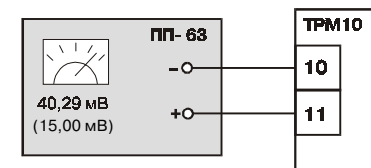

Рис. 3
3.1. Подключить к входу прибора вместо термопары потенциометр постоянного тока ПП-63 классом точности 0,05, соблюдая полярность (рис. 3). Установить выходной сигнал на потенциометре равным 40,29 мВ или 15,00 мВ в зависимости от используемой термопары (см. табл. 1).